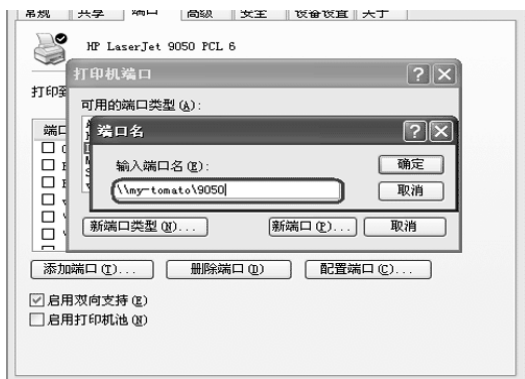

图 7-56 输入端口名
- 输入端口名（请按照以下格式输入：\\主机名\打印机共享名），如图 7-56 所示。